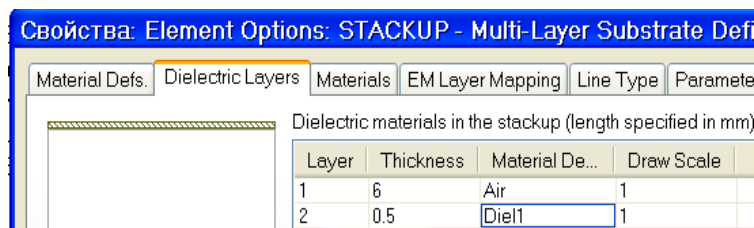

Рис. 8.5
2. На вкладке **Dielectric Layers** для слоя **1 (Air)** введите толщину (**Thickness**) **6**. Добавьте слой **2**, для которого введите толщину **0.5** и тип диэлектрика (**Material De...**) – **Diell** (рис. 8.5).